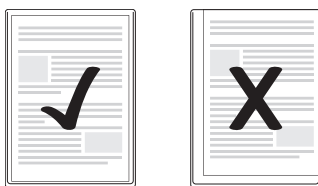

Fig. 1
- Veiller à ce que toutes les bordures du document aient au moins deux millimètres d'écart par rapport au bord de la pochette à film, comme indiqué sur la fig. 1.
- Veiller à ce que toutes les bordures du document aient au moins deux millimètres d'écart par rapport au bord de la pochette à film, comme indiqué sur la fig.1 (cf. p. 22).